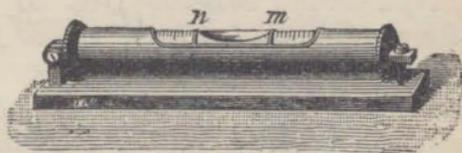

Fig. 30. — Nivel de burbuja de aire.
74. La superficie libre de un líquido en equilibrio es horizontal y es perpendicular a la dirección de la plomada. Se utiliza esta propiedad en el nivel de burbuja de aire (fig. 30) que sirve para verificar si una superficie es horizontal.